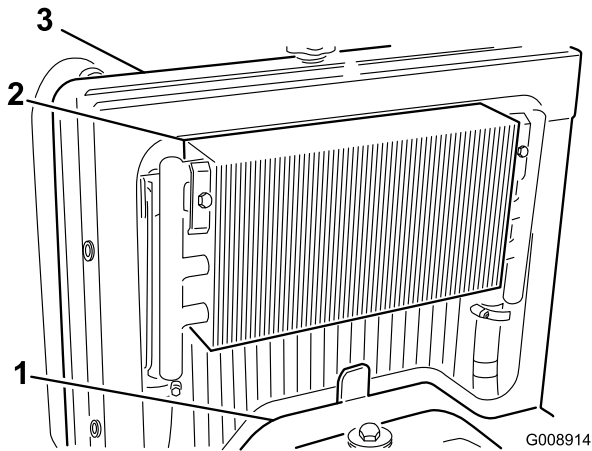

Figura 50
2. Retire el panel de acceso (Figura 50).